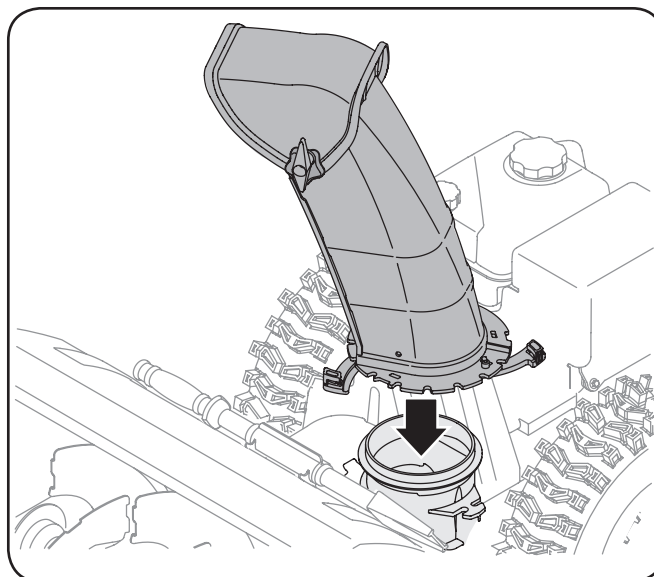

Figura 3-3
1. Colocar el montaje del canal inclinado sobre la base. Vea la Figura 3-3.
- Finalizar asegurar el control de la cabeza a la tolva tolva de soporte con tuerca de mariposa, horquilla alfiler, y arco-tie Cotter pines eliminado en el paso 1. Vea la Figura 3-3.